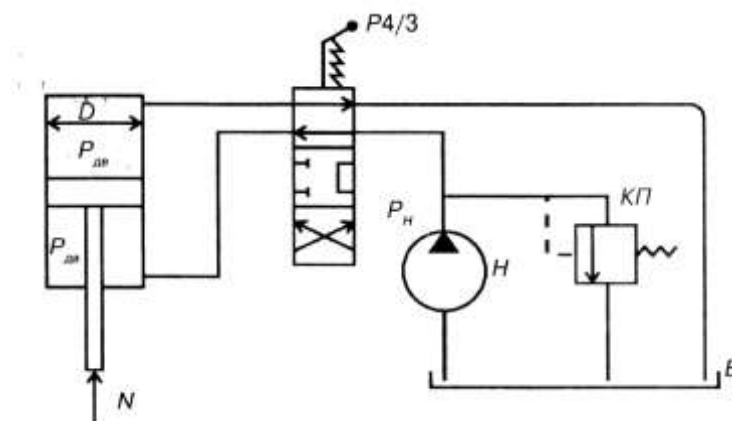

Рисунок 1 – Схема объемного гидропривода возвратно-поступательного движения
ЗАДАЧА №1. Гидравлическая система рулевого управления трактора К-700 (рисунок 1) состоит из насоса Н шестеренчатого с подачей  $Q$ , развивающего давление на выходе насоса  $P_n$ , нагнетательного трубопровода длиной  $l$  и диаметром  $d$ , предохранительного клапана КП, гидрораспределителя Р4/3, силового цилиндра Ц с поршнем диаметром  $D$ , сливного трубопровода и гидробака Б. В качестве рабочей жидкости используется автотракторное масло с кинематической вязкостью  $\nu$  и удельным весом  $\gamma$ .
стемой комбайна (рис. 1). Эта система имеет силовой цилиндр Ц с поршнем, распределитель Р4/3 с золотником, гидронасос Н и перепускной клапан КП. Силовой цилиндр Ц соединен с распределителем при помощи трубопроводов.
ЗАДАЧА № 5. Культиватор-растениепитатель КРСШ-2,8 снабжен гидравлической системой, состоящей из следующих элементов: силового цилиндра Ц, гидрораспределителя Р4/3, шестеренного насоса Н и перепускного клапана КП (рис. 1).
ЗАДАЧА № 6. Гидравлическая система загрузчика сеялок автомобильного ЗСА-40 (рис. 1) содержит следующие основные элементы: шестеренный насос Н, подключенный к нагнетательному трубопроводу, установленный на сливном трубопроводе предохранительный клапан КП, распределитель Р4/3 и силовой цилиндр Ц с возможностью возвратно-поступательного перемещения поршня.
ЗАДАЧА № 7. Картофелеуборочный комбайн ККУ-2 «Дружба» снабжен гидравлической системой, состоящей из следующих элементов: цилиндра силового Ц, гидрораспределителя Р4/3, шестеренного насоса Н и предохранительного клапана КП (рис. 1).
тельный трубопровод имеет длину  $l$  и диаметр  $d$ . Цилиндр поршня имеет диаметр  $D$  (рис. 1).
**ЗАДАЧА № 9.** Гидравлическая система пресс-подборщика с боковой подачей ППБ-1,3 состоит из следующих основных элементов: силового цилиндра Ц, гидрораспределителя Р4/3, шестеренного насоса Н и перепускного клапана КП (рис. 1).